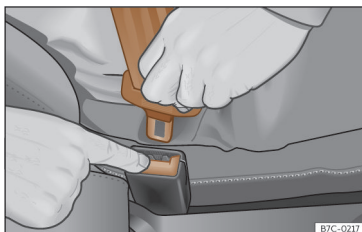

Fig. 21 Soltar a lingueta do fecho do cinto.
- Pressione o botão vermelho do fecho >>> Fig. 21. A lingueta saltará do fecho.